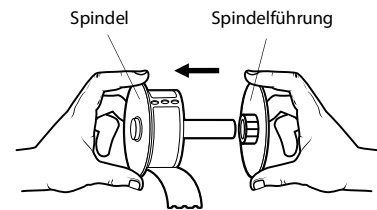

Abbildung 1
- 4 Halten Sie die Spindel mit der linken Hand, und platzieren Sie die Etikettenrolle auf der Spindel, sodass die Etiketten von der Unterseite zugeführt werden und die linke Begrenzung der Etikettenrolle fest an der Seite der Spule anliegt. Siehe Abbildung 1.